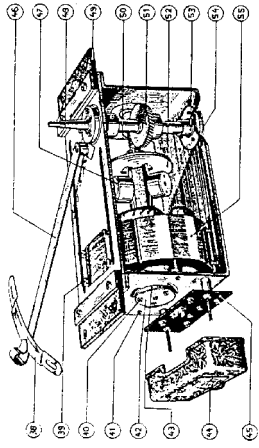

Fig. 10.
In de montageplaat der gramfoonuitrusting is een uitsparing gemaakt, waarin de motor met twee rubber stroppen, (fig. 10 pos. 49) trillvrij is opgehangen.